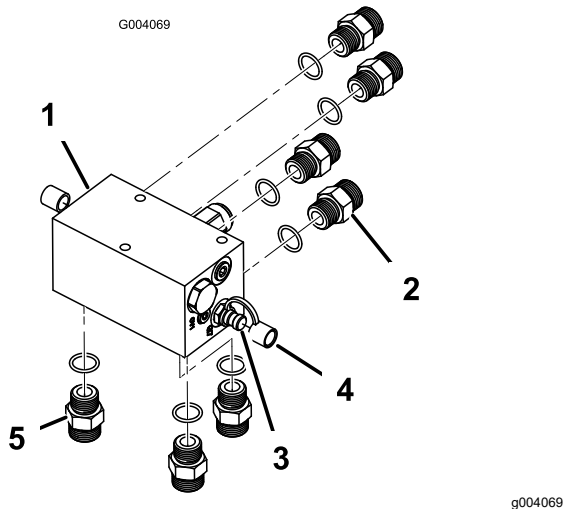

Figura 4
1. Instale 4 uniões hidráulicas retas na traseira do coletor (Figura 4). Aperte as uniões com uma força de 81 a 89 N·m.